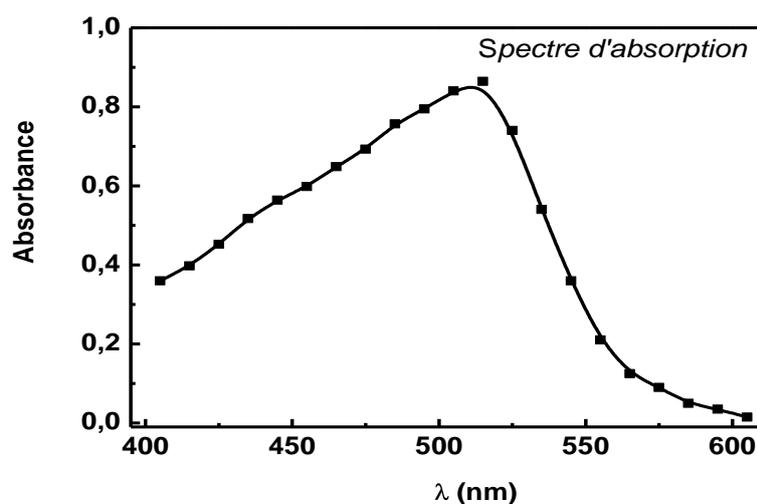

Figure 3 : spectre d'absorption du complexe fer-orthophénantroline
L'absorbance d'une solution de fer (II) complexé à l'orthophénantroline a été mesurée sur la gamme de longueur d'onde 405-605 nm. La courbe présentée en figure 3 a été obtenue.